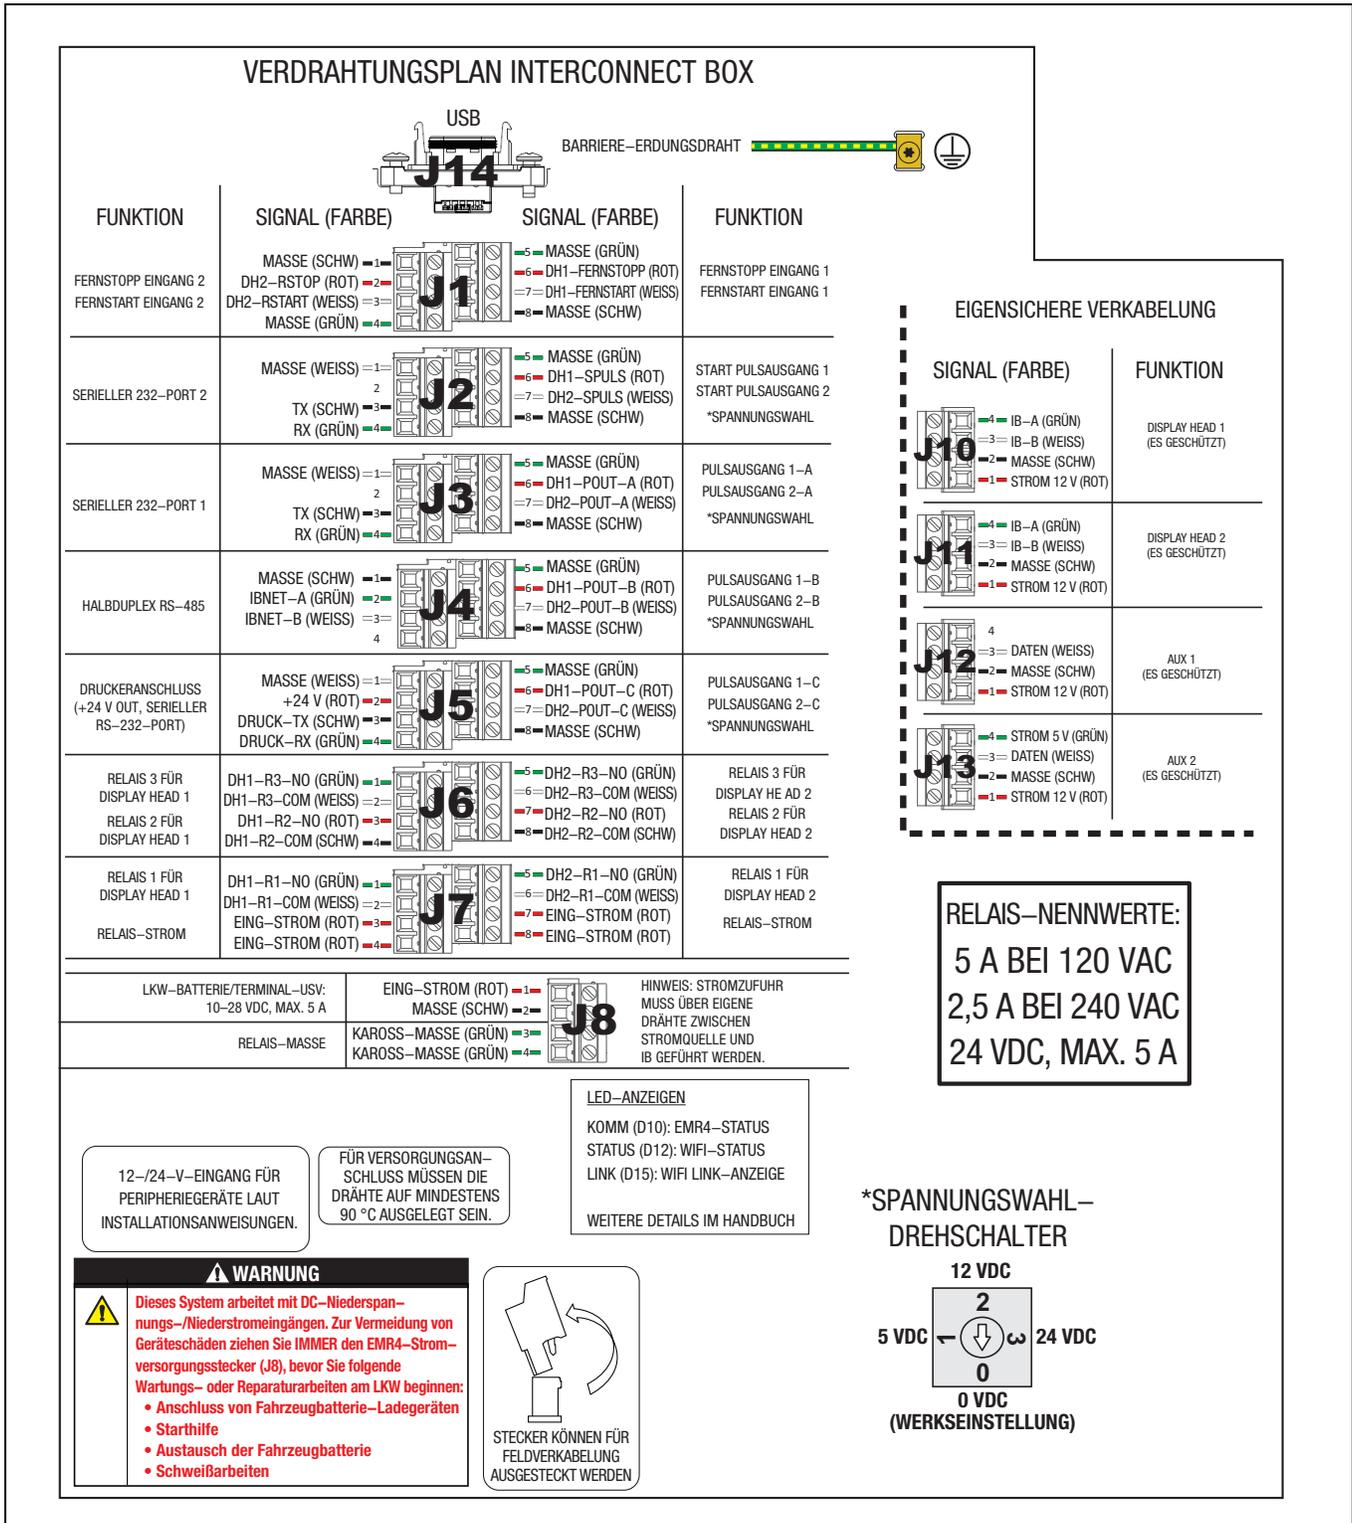
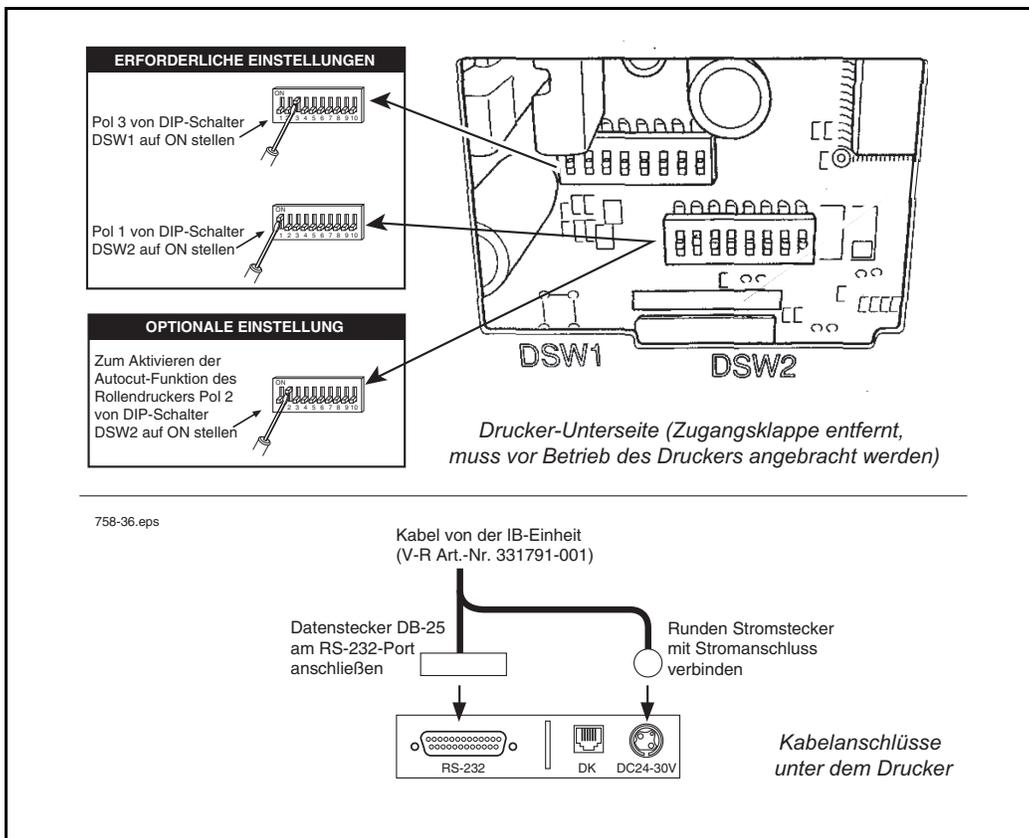

Abbildung 22. Kabelverbindungen EMR4 IB
Abbildung 32. Rollendrucker TM-U220A
2. Abbildung 22 zeigt die Verdrahtung am Schaltkasten auf der IB-Power-Seite. Entfernen Sie die Verschlussstopfen und versehen Sie alle Kabel, die Sie an dieser Anschlussleiste anbringen, mit einer Zugentlastung.
3. Die Verbindungen zur eigensicheren Verdrahtung der IB sind Abbildung 22 zu entnehmen. Entfernen Sie die Verschlussstopfen und versehen Sie alle Kabeleingänge am Display Head mit einer Zugentlastung. Der Erdungsdraht des Display Head-Kabels muss mit der Karosseriemasseklemme in der IB verbunden sein.
An einigen Fahrzeugen wird die Batterieminusklemme BAT(-) u. U. nicht mit der Karosseriemasse oder dem vorgegebenen Fahrzeugmasseanschluss (in der Zubehör-Blende oder im Stromverteilerkasten) gemeinsam verwendet. In diesem Fall müssen Sie die Masseverbindung für den Stromeingang (Input Power) an Klemme J8, Stift 2 (GND, siehe Abbildung 22), direkt mit Anschlussklemme BAT(-) verbinden.
Schließen Sie die vier Drähte des Strom-/Datenkabels vom Drucker an die entsprechenden Klemmen der Anschlussleiste auf der Versorgungsseite der IB (Abbildung 22 auf Seite 30) und den Stecker DB-25 sowie den runden Stromversorgungsstecker an den entsprechenden Buchsen hinten am Drucker an
Beim Epson Punktmatrix-Rollendrucker TM-U220A ist ein Strom-/Datenkabel im Drucker-Kit enthalten. Abbildung 32 zeigt die rückseitigen Verbindungen zum Drucker. Der Ein-/Aus-Schalter befindet sich an der Vorderseite des Druckers.
Abbildung 32 zeigt ferner zwei erforderliche Einstellungen und eine Option an den DIP-Schaltern (Unterseite des Druckers). Hinweis: Alle anderen DIP-Schalter sind ausgeschaltet.
Schließen Sie die vier Drähte des Strom-/Datenkabels vom Drucker an die entsprechenden Klemmen der Anschlussleiste auf der Versorgungsseite der IB an (Abbildung 22). Verbinden Sie den Stecker DB-25 sowie den runden Stromversorgungsstecker am anderen Ende des Kabels mit den entsprechenden Buchsen hinten am Drucker (Abbildung 32).